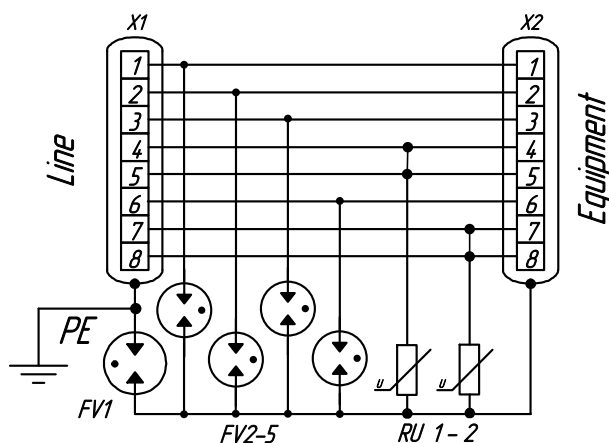

Рисунок 2. Электрическая схема устройства
- контакт «экран» вилки гальванически развязан с контактом «экран» розетки, соединенным с винтовым контактом защитного заземления PE (см. рис. 2);
- применяемая схема (см. рис. 2), обеспечивает высокую стойкость к помехам, минимальное отражение и затухание сигнала (только на контактах розетки), возможность передачи PoE любым способом;
Схема основана на принципе уравнивания потенциалов относительно общей точки и выполнена на базе варисторов и газонаполненных разрядников (см. рис. 2).
Винтовой контакт PE (для подключения проводника защитного заземления) установленный на корпусе устройства **FEP M f/m OD** на прямую соединён с контактом экран розетки 8P8C (RJ-45) «Line» (см. рис. 2) и гальванически развязан с контактом экран вилки «Equipment». Между проводами передачи данных (1, 2, 3, 6) и общей точкой установлены малогабаритные быстродействующие разрядники FV2-5 (см. рис. 2). Между свободными жилами (4, 5, 7, 8) и общей точкой установлены варисторы RU1-2. Общая точка соединена с винтовым контактом заземления PE и контактом «экран»
розетки X1 через газонаполненный разрядник FV1 (см. рис. 2). Точка уравнивания потенциалов соединена с контактом «экран» вилки X2.